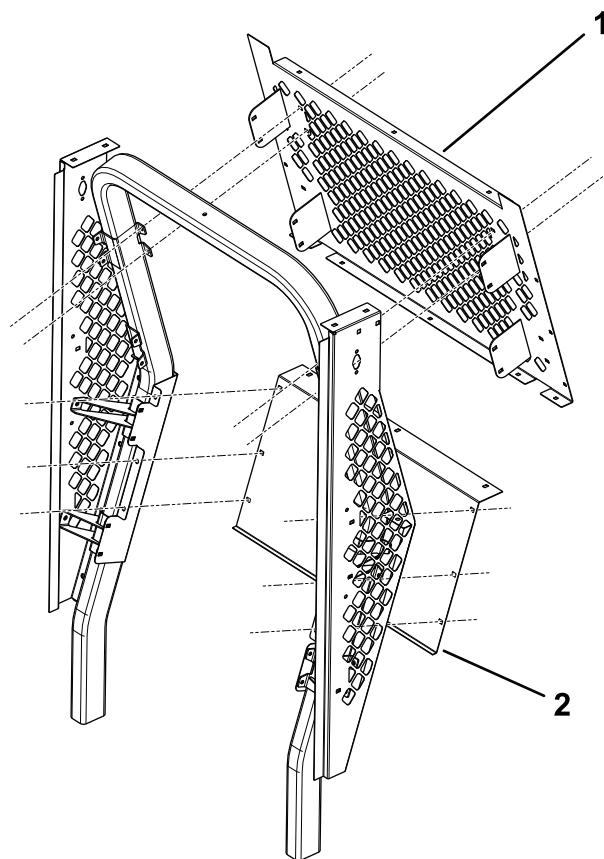

图2
3. 使用圆头螺丝5/16 x ¾ 英寸和凸缘螺母5/16 英寸安装下后面板 图2。
4. 使用圆头螺丝5/16 x ¾ 英寸和凸缘螺母5/16 英寸安装顶后滤网 图2。